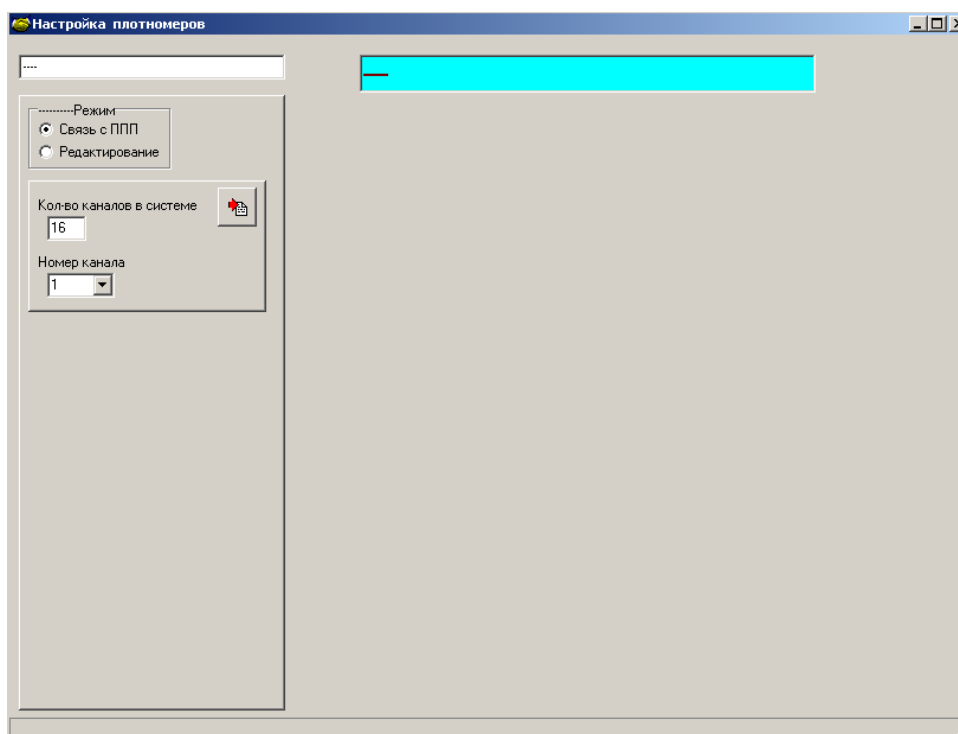

Рисунок 6.1
6.1.1 Выполнить п.п. 4.1, 4.2.1 (рисунок 6.1).